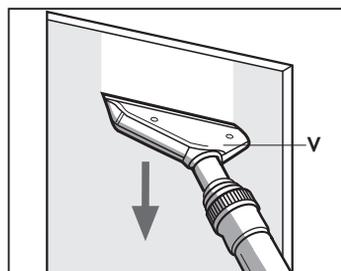

Fig. 22
**SPAZZOLA TERGIVETRO (V) (Fig. 22)**